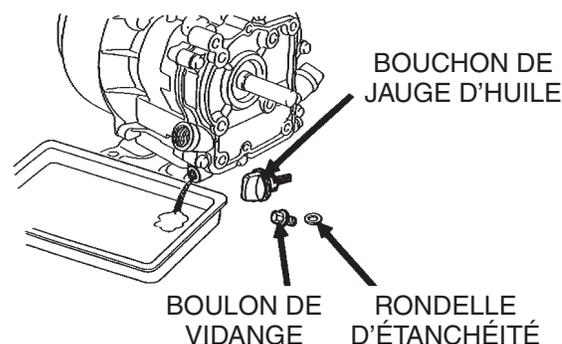

Figure 25. Vider l'huile moteur
- Vider l'huile du moteur lorsque l'huile est chaude comme indiqué dans (Figure 25).